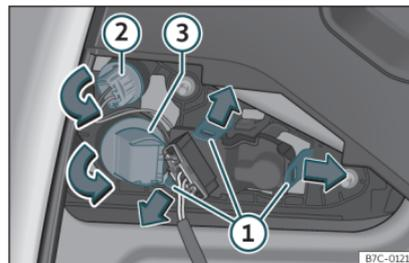

Fig. 52 Smontare il portalamпада.
- Sbloccare le linguette di fissaggio del portalamпада»» fig. 52 ① o ruotare il portalamпада verso sinistra ② e ③.